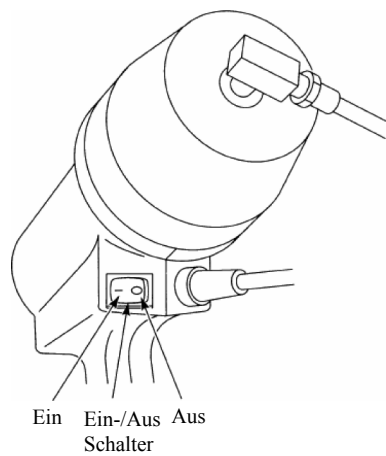

Abbildung 3
12. Stromkabel einstecken und den Ein/Aus-Schalter auf "Ein" stellen (Abb. 3).
15. Justieren der Abdeckung: In der Kartuschenpistole müssen eine Klebstoffkartusche und eine Einwegdüse eingesetzt sein. Dann einen Düsenaufsatz (A) im Düsengehäuse (B) platzieren. Die Einwegdüse ragt ungefähr 2 mm hervor, wie in der Abbildung zu sehen ist. Danach die Regelschraube (C) festziehen. Zurück zu Schritt 8.